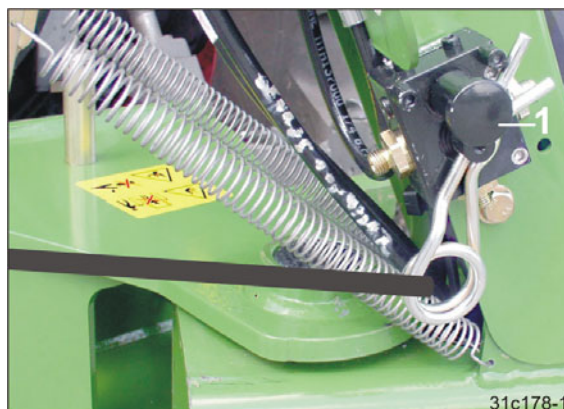

Fig. 143
- 3.1 Actionnez la soupape (Fig. 143/1).